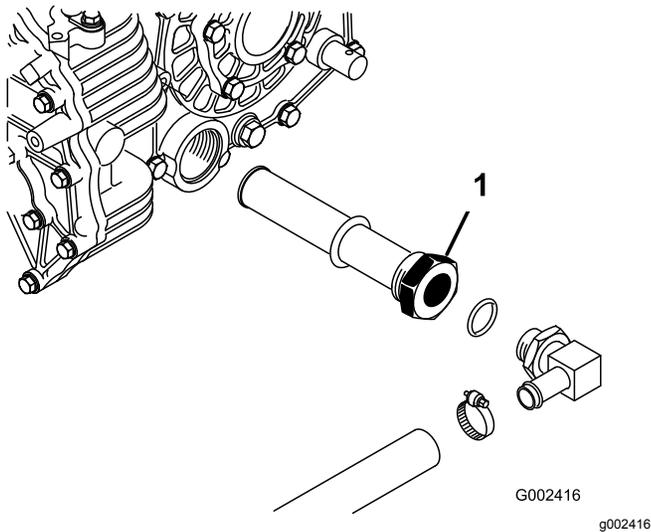

Figura 74
3. Observe la orientación del tubo hidráulico y del codo de 90° conectado al filtro en el lateral del depósito (Figura 74).